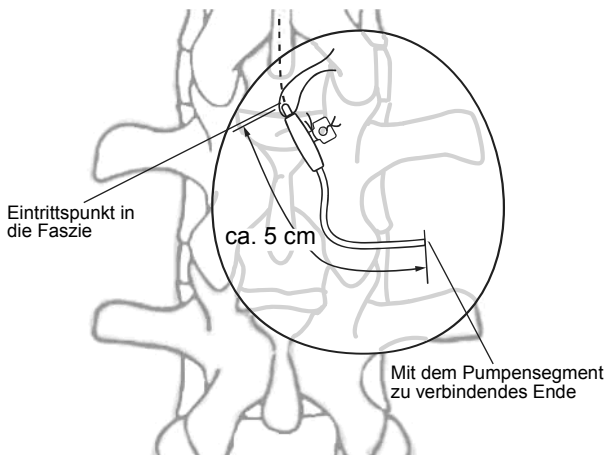

Abbildung 7. Zuschneiden des spinalen Segments
1. Das spinale Segment des Katheters an der spinalen Inzisionsstelle auf die erforderliche Länge zuschneiden. Dabei mindestens 5 cm Katheterlänge proximal der Eintrittsstelle in die Faszie überstehen lassen, um bei Bewegungen des Patienten ein Knicken zu vermeiden (Abbildung 7).